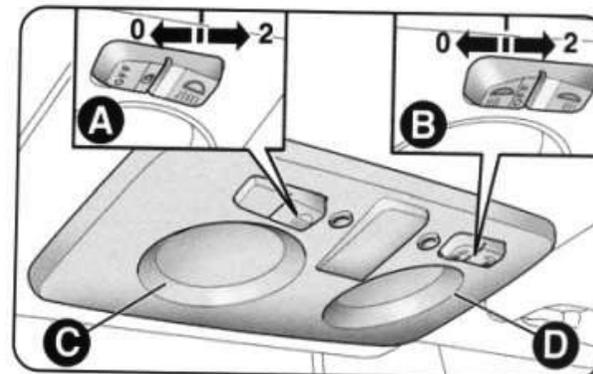

рис. 36
**ПЕРЕДНИЙ ПЛАФОН ОСВЕЩЕНИЯ САЛОНА (рис. 36)**